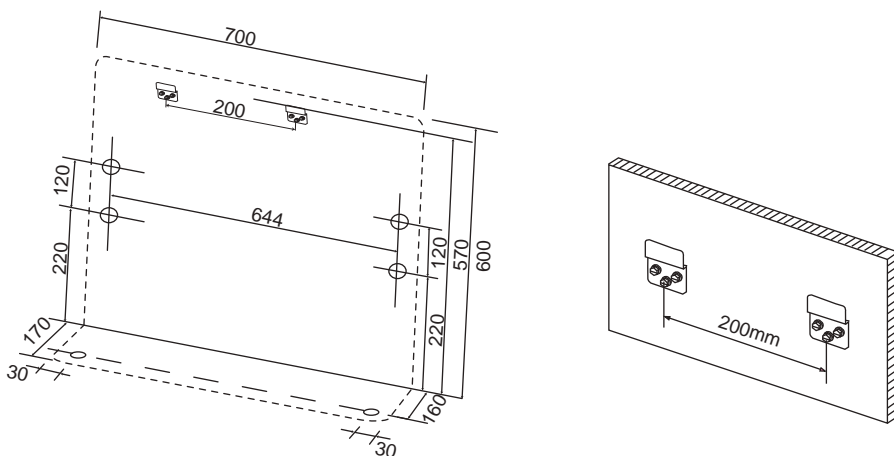

Рис. 10.3
10.2.2 Блоки консольного типа (рис. 10.3)